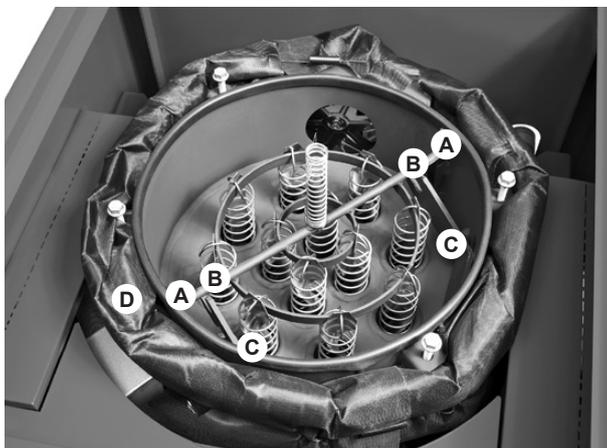

Fig. 09
6. Applicare sulle seguenti parti (Fig. 09) del grasso lubrificante adesivo:
- Guide (A)
- Punti di contatto tubo sagomato-leva (B)
- Centri rotazione della leva (C)
- Disco eccentrico (D)